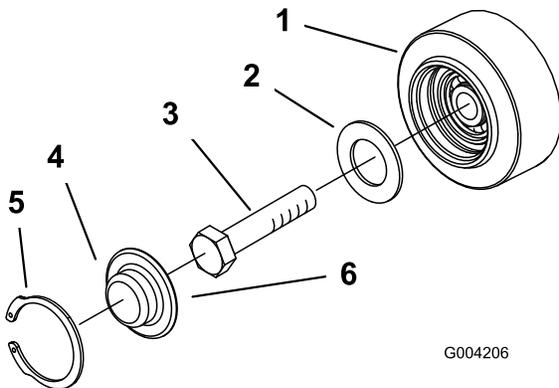

Bild 51
3. Nehmen Sie den Sprengring und die Kappe vom Straßenrad ab (**Bild 51**).
4. Prüfen Sie das Schmiermittel unter der Kappe und um die Dichtung (**Bild 51**). Wenn es schmutzig, körnig oder verbraucht ist, entfernen Sie das gesamte Schmiermittel, wechseln Sie die Dichtung aus und fügen Sie neues Schmiermittel hinzu.